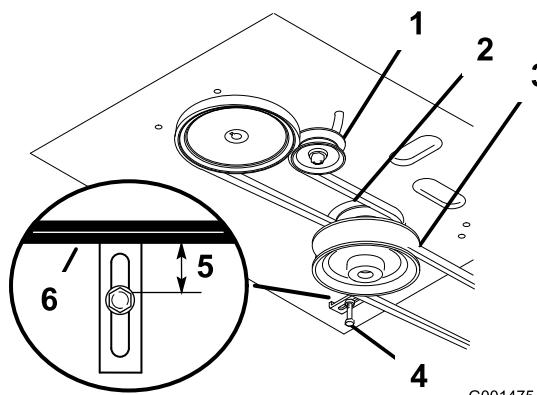

Figure 46
8. Vérifiez que le guide de courroie sous le bâti du moteur est réglé correctement (Figure 46).
Remarque: Le guide de courroie et la courroie du tablier de coupe doivent être espacés de 19 mm (3/4 po) quand la courroie est engagée (Figure 46). Réglez la courroie du tablier de coupe au besoin. La courroie désengagée ne doit pas traîner ni tomber de la poulie quand les guides et la tension de la courroie sont réglés correctement.